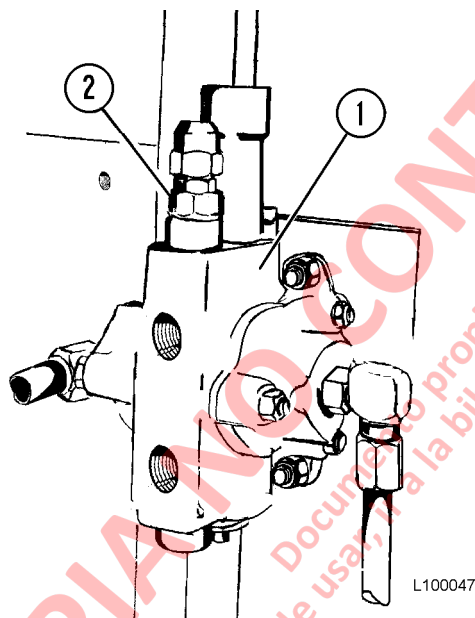

FIGURA 10-14. VÁLVULA DE ALIVIO DE DESCENSO
- a. Saque la tapa de la válvula de alivio de descenso (2, Figura 10-14).